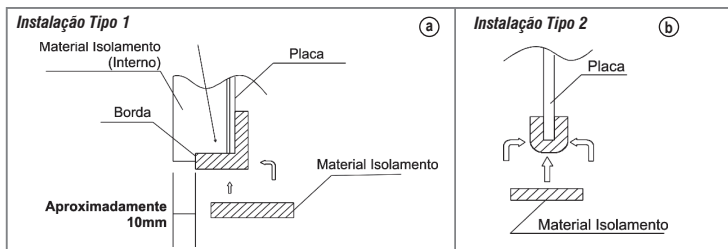

FIG. 36
- Assegure-se de que a interface do furo não tenha espaçamento. (Fig. 36 - Detalhe a).